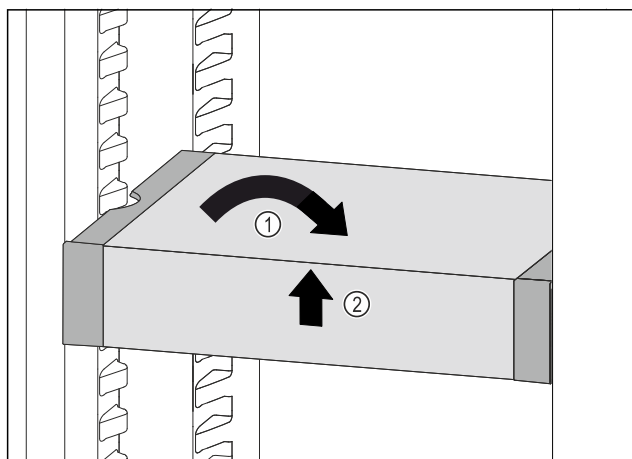

Fig. 84
- Ispravite VarioSafe. Fig. 84 (1)
- Podignite sprijeda VarioSafe. Fig. 84 (2)